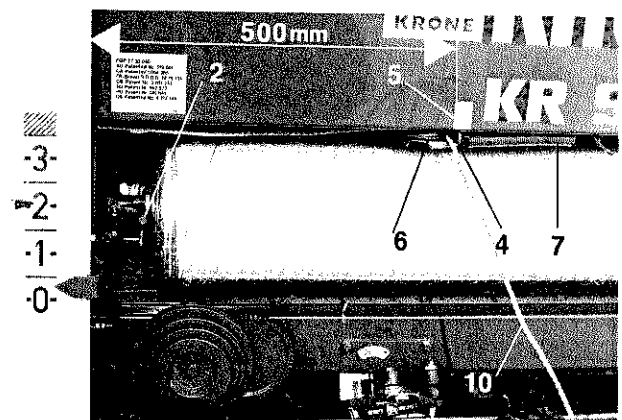
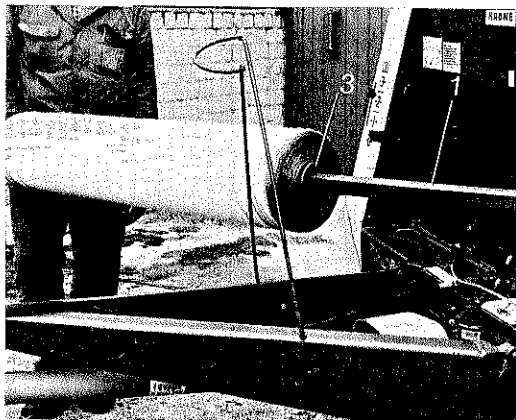
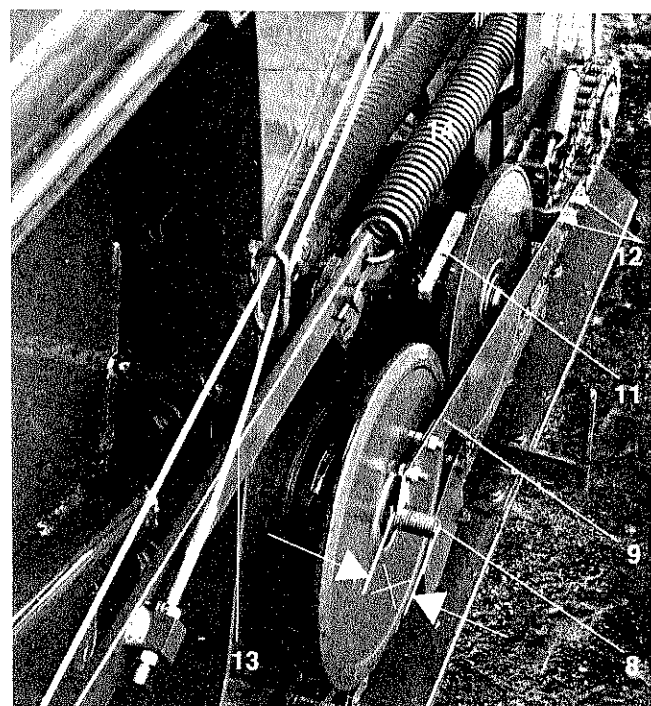
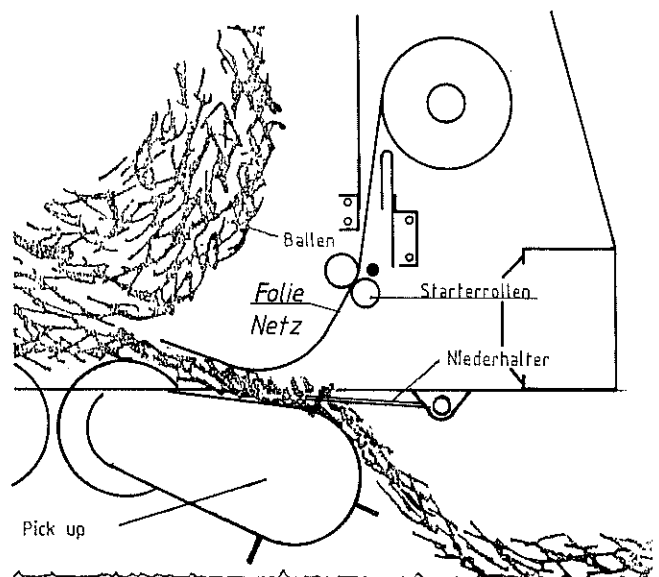

Abb. 15
Abb. 16
Abb. 22
Abb. 23
Zum Einlegen der Folien- oder Netzrolle muß das Aufnahmerohr 1, Abb. 16, herausgeschwenkt werden. Zum Aufschieben der Rolle wird die linke Ladebuchse 2, Abb. 15, mit Innenteil aus dem Aufnahmerohr herausgezogen. Die rechte Lagerbuchse 3, Abb. 16 und 17, ist stirnseitig mit Aussparungen versehen, die zum Ausgleich von unterschiedlichen Rollenarbeiten dienen. Sie ist so zu drehen, daß die Folien-Netzrolle mittig zur Maschine sitzt.
Die Folien- bzw. Netzrolle ist mit dem losen Ende nach hinten entsprechend Abb. 16 aufzuschieben.
Die Rolle muß sich auf den Lagerbuchsen rechts und links leicht drehen lassen. Eventuelle Beschädigungen am Kern der Rolle müssen vorher beseitigt werden. Nach dem Einschwenken der Folienrolle (Netzrolle) muß die linke Lagerbuchse durch Drehen auf dem Gewinde so verstellt werden, daß die Nase 4 unterhalb der gelben Markierung 5, Abb. 15, liegt. Das Verdrehen der linken Lagerbuchse wird erheblich erleichtert, wenn der Schwenkhebel 6, Abb. 15, nach links gedrückt wird. Die Verdrehsicherung an der linken Lagerbuchse muß nach dem Verstellen wieder eingearstet werden.
Die Rolle wird durch längsseitiges Einklemmen gebremst. Die Bremse läßt sich über die Feder 7, Abb. 15, verändern. Mit zunehmender Spannung der Zugfeder 7 erhöht sich die Abbremsung der Folien-Netzrolle. Bei Verwendung von Netz muß die Abbremsung höher gewählt werden als bei Folie.
Durch Ziehen am Seil 10 (Abb.15) bewegt sich der Schwenkhebel 6 nach links über die gelbe Markierung 5 hinaus. In dieser Stellung ist die Bremse der Folien-Netzrolle gelöst, und somit muß sich die Rolle sehr leicht von Hand drehen lassen. Nach dem Lösen des Seils 10 spricht die Bremse wieder an, und die Rolle läßt sich nur noch sehr schwer von Hand drehen, vor allem bei stark gespannter Feder 7, wie es bei Betrieb mit Netz sein sollte.
Die Übertragungseinrichtung der Bremse ist richtig eingestellt, wenn die Nase 4 (Abb. 15) unterhalb der gelben Markierung 5 liegt. Das entspricht 500 - 530 mm von der linken Rahmenkante. Die Einstellung erfolgt nur durch die Lagerbuchsen 2, Abb. 15, und 3, Abb 17.
Bevor das Netz (die Folie) eingeführt wird, muß unbedingt der Messerbalken durch einmaliges Ziehen am Starterseil 10, Abb. 15, zurückgeschwenkt und das Arretierstück 11, Abb. 22 nach vorn umgelegt werden.
Danach das Arretierstück 11, Abb. 22, für den Betrieb mit Netz/Folie wieder nach hinten umlegen.
Die gewünschte Folienlänge (Netzlänge) pro Rundballen kann mit der Schraube 8, Abb. 22, stufenlos eingestellt werden. Die Einstellschraube 8 hat Linksgewinde.
1. Zum Betrieb der Rundballenpresse mit Folienwicklung (Netzwicklung) und Bindfadenbindung muß das Arretierstück 11, Abb. 22, entsprechend umgelegt werden.
- Den Preßvorgang so lange fortführen, bis die Füllungsanzeiger den gewünschten Druck anzeigen. Vor dem Anhalten muß das Starterseil 10, Abb. 15, zum Starten der Folienwickelvorrichtung (Netzwickelvorrichtung) so lange gezogen und gehalten werden, bis die Folie (Netz) mit dem aufgenommenen Erntegut an den Ballen herangeführt worden ist und vom Ballen weiter eingezogen wird (Abb. 23). Dann sofort anhalten und den weiteren Wickelvorgang abwarten. Nach dem Erreichen der gewählten Folienlänge (Netzlänge) wird die Folie (Netz) automatisch abgeschnitten. Der Zählvorgang für die Anzahl der Umwicklungen beginnt erst nach dem Startvorgang, d. h. nachdem das Starterseil losgelassen wird.
Bei richtiger Einstellung ist das Seil 13, Abb. 22, Seite 14